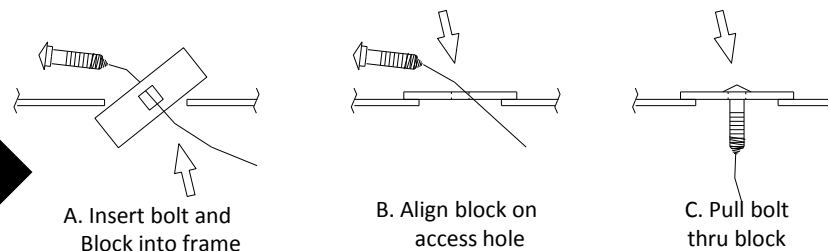

Figura 3
5. Quitar las tuercas del montante inferior del parachoques - Usar una llave de 18 mm para quitar la tuerca del montante inferior del parachoques (1) a cada lado.
6. Aflojar la barra de sensores - Usar una llave de 10 mm para aflojar (2) tuercas que sujetan la barra de sensores al vehículo (no es necesario quitarlas completamente, solo aflojarlas para facilitar la instalación del enganche).
7. Perforar orificios - Elevar el enganche a su posición y sobre los montantes del parachoques inferiores, apretar las tuercas para sujetar el enganche en su lugar. Marcar la ubicación de los orificios perforados en los accesorios delanteros del enganche utilizando el enganche como una plantilla. Bajar el enganche. Con una sierra de perforación de 1", perforar un orificio para el accesorio delantero del enganche (1) en cada lado.
8. Pernos con alambre de insertar - Usar el método de inserción a la inversa (Figura 3) para instalar los pernos de carruaje y los bloques en los orificios perforados en el paso anterior, dejar los alambres de insertar unidos.